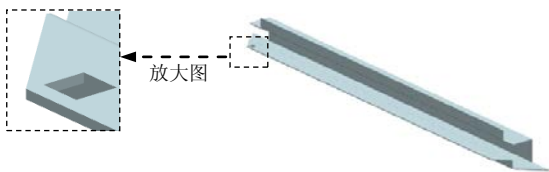
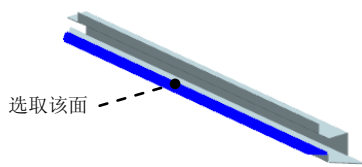

图 8.13.19 法向除料特征 1
图 8.13.20 定义草图平面
(5) 定义弯边属性及参数。单击“弯边选项”按钮，取消选中 ☐ 使用默认值* 复选框，在其“折弯半径(R)”文本框中输入值 0.5；取消选中 ☐ 折弯止裂口(E) 复选框，单击按钮。
(6) 单击“关闭草图”按钮，单击按钮，完成特征的创建。
Step7. 创建图 8.13.19 所示法向除料特征 1。
(1) 选择命令。在“主页”功能选项卡“钣金”工具栏中单击按钮，选择法向除料命令。
(2) 定义特征的截面草图。
① 选取草图平面。选取图 8.13.20 所示的模型表面为草图平面。